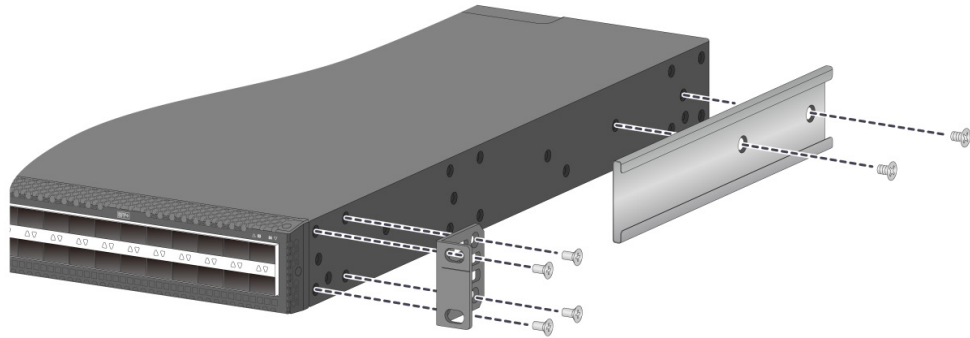
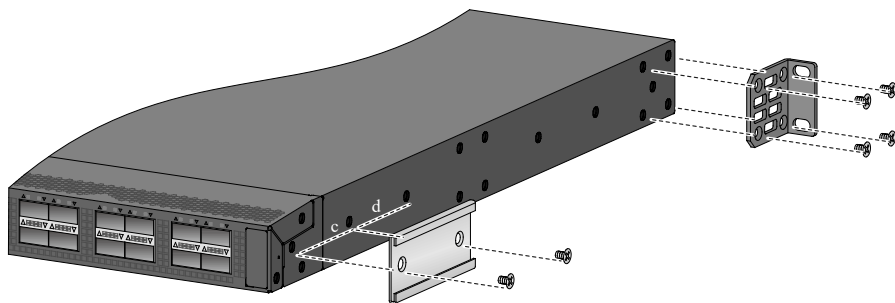

図 8-4 ネットワークポート側にフランジを取り付ける場合の位置 (QX-S6748XP-6H)
図 8-9 電源モジュール側にフランジを取り付ける場合の位置 (QX-S7532HP)
- 4) シャースレールを装置に取り付けてください。ネジの取り付け位置は装置の種類と装置の取り付け方向によって異なります。図 8-4 から図 8-9 を参照してください。